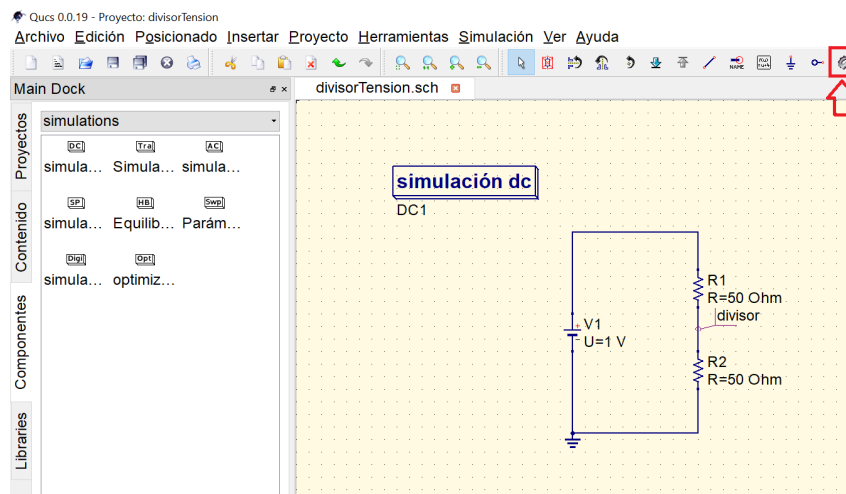

Figura 10: Icono de simular en Qucs
- Se utiliza el icono de simulación (marcado en rojo en la Figura 10)